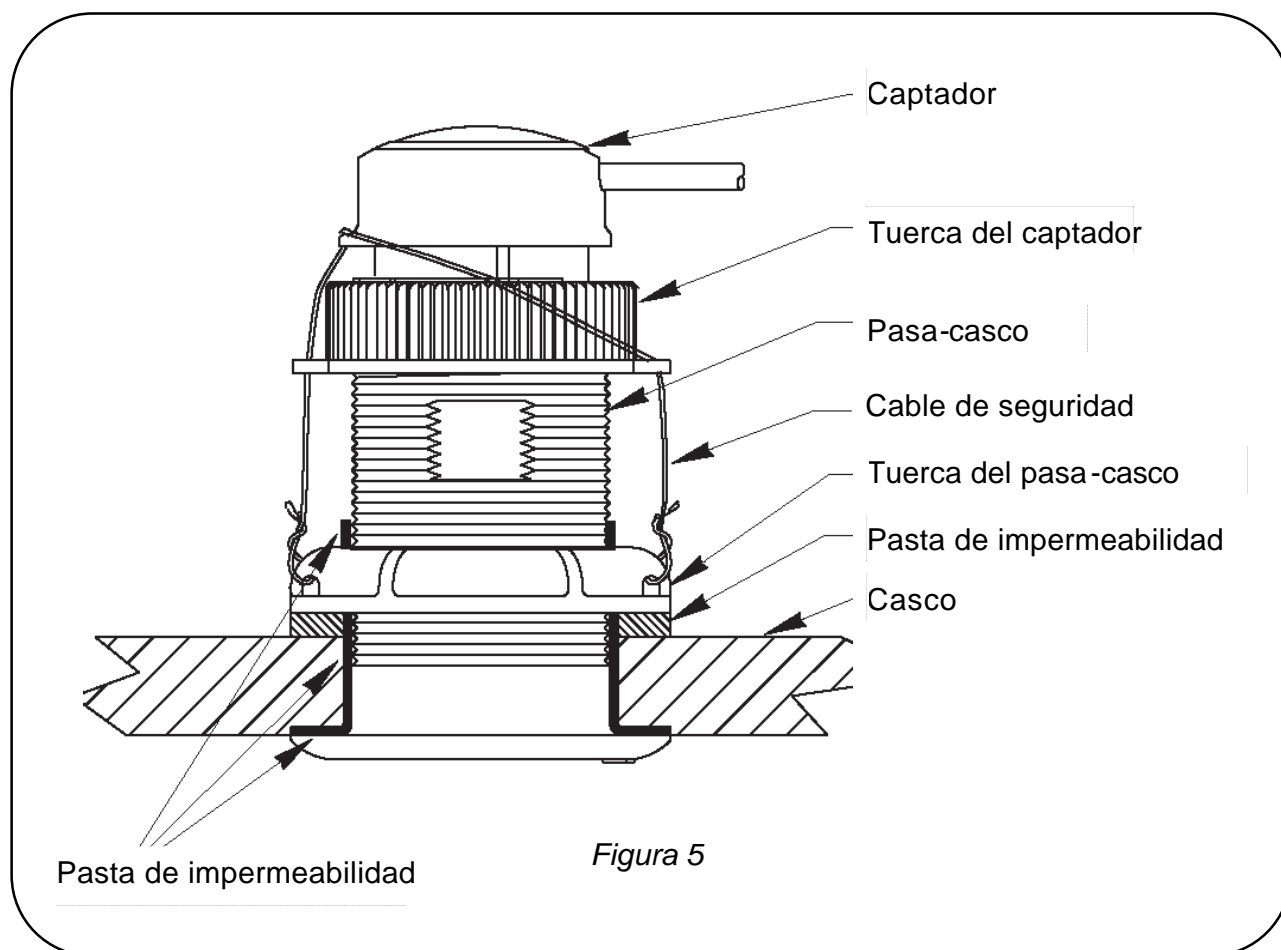

Figura 4 : emplazamientos recomendados para el captor speedometro
- Coloque el pasacasco orientando la muesca de foolproofing hacia el frente del barco (confer figura 4). De la misma manera, sobre la cara exterior del pasacasco, una flecha indica el sentido de orientación : coloque esta flecha hacia el frente del barco.